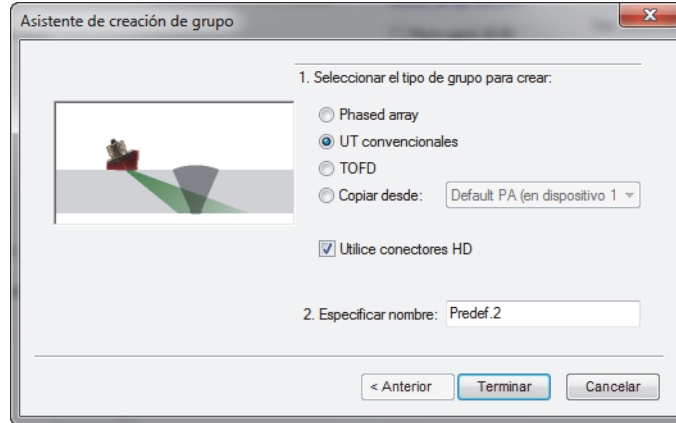

Figura 4-13 Cuadro de diálogo Asistente de creación de grupo (grupos UT convencional)
2. En el cuadro de diálogo **Asistente de creación de grupo** que aparece (ver Figura 4-13 en la página 119), siga los siguientes pasos: